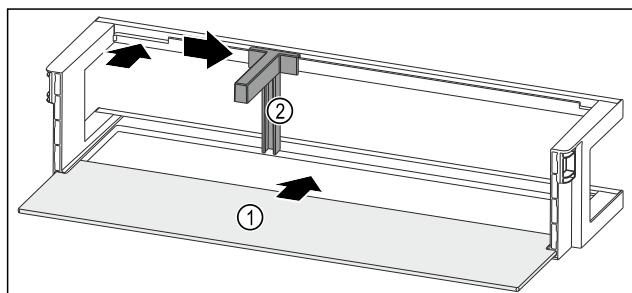

Fig. 98 Лотки на дверцятах з полицею
- Посуньте полицю Fig. 98 (1) у бічні пази.
- Вставте тримач пляшок Fig. 98 (2) у паз.
- Пересуньте тримач пляшок Fig. 98 (2) убік до бажаної позиції.